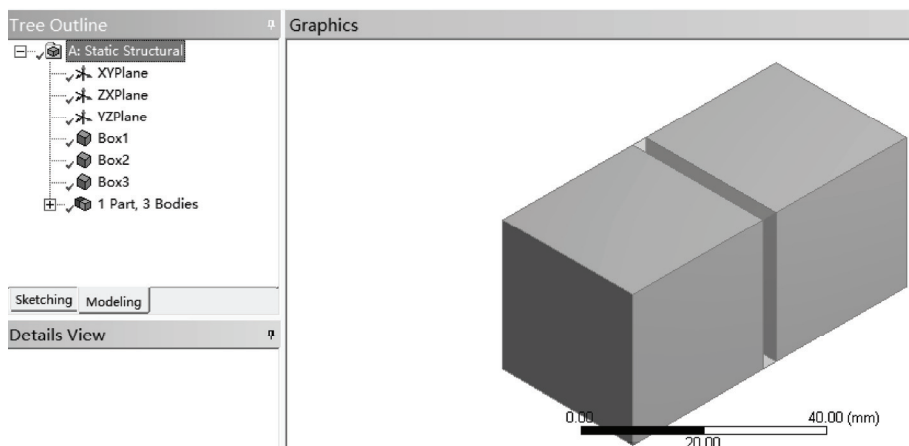

图 17-8 DM 模型
3) 双击项目 A 中的 A2 栏 Geometry，此时会进入到 DM 界面，查看模型如图 17-8 所示，此时如果设计树中显示 ⚡，表示需要生成模型，此时进行步骤 4)，否则可直接进入步骤 5)。